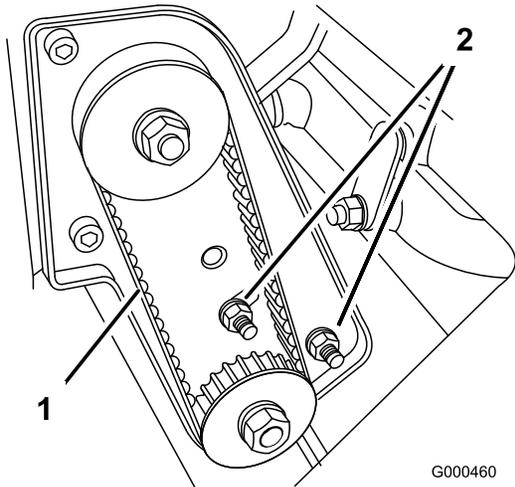

Figure 42
- A. Desserrez les écrous de montage du logement de roulement (Figure 42).
- C. Tout en maintenant le réglage de la clé dynamométrique, serrez les écrous de fixation du logement de roulement (Figure 42). Ne tendez pas la courroie excessivement.